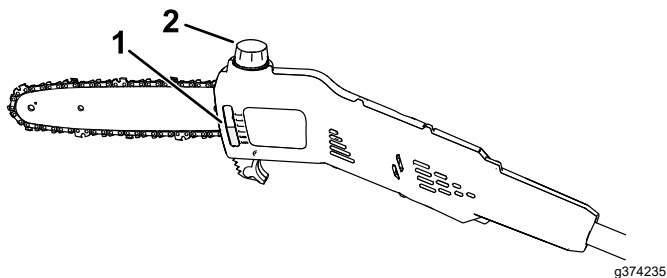

Figura 15
2. Verificați nivelul de ulei folosind fereastra. Dacă uleiul nu acoperă fereastra, adăugai cantitatea necesară de ulei pentru tijă i lan (Figura 15).
4. Curățați zona din jurul capacului pentru ulei (Figura 15).
5. Îndepărtai capacul i turnai ulei pentru tijă i lan până când se umple rezervorul (Figura 15).